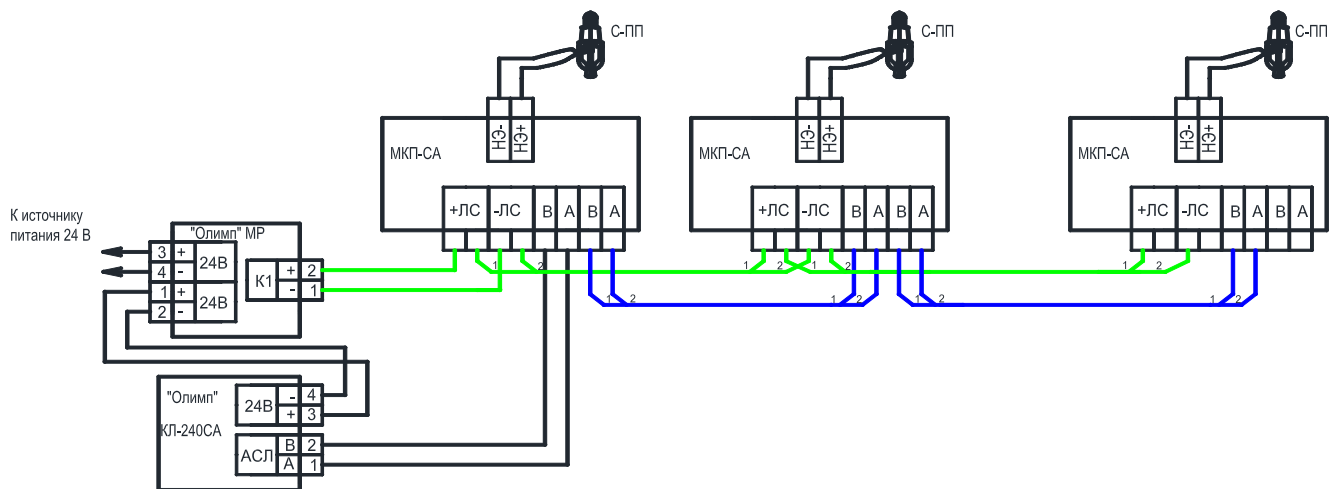

Рисунок 3 - Схема подключения МКП-СА.
1.2.1 Питание модуля осуществляется по линии 24 В от Модуля релейного МР ПКТС «Олимп» (см. рис. 3). Допускается использовать другие источники питания постоянного тока с номинальным напряжением 24 В при применении сертифицированных устройств, осуществляющих смену полярности напряжения питания на входе модуля по команде «Пуск разрешен» от КЛ-240СА.
2.1.10 Произвести подсоединение модуля к ЛС, АСЛ и НЭ согласно схеме подключений на рис. 3 настоящего руководства.